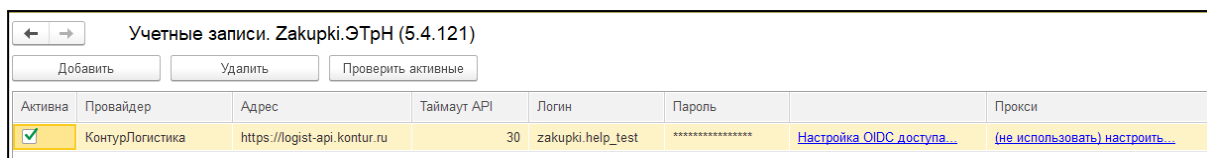

Рис. 76. Выбор активности учетной записи
5. В столбце «Активна» установите флажок  (рис. 76).